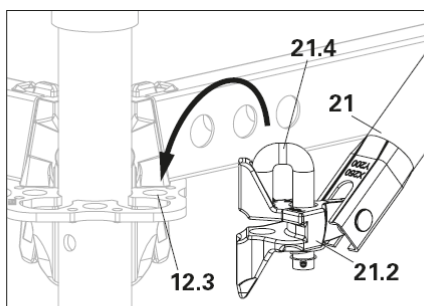

Fig. A4.03c
3. Faire glisser la tête de diagonale (21.2) avec le boulon relevé (21.4) sur la rosette inférieure. (Fig. A4.03c)